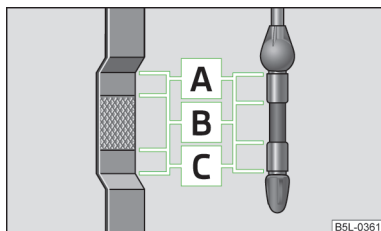

Fig. 99
La varilla indicadora del nivel de aceite indica el nivel de aceite de motor » fig. 99.
- El nivel de aceite no debe sobrepasar nunca la zona  » fig. 99. ¡Riesgo de daños en el sistema de gases de escape!